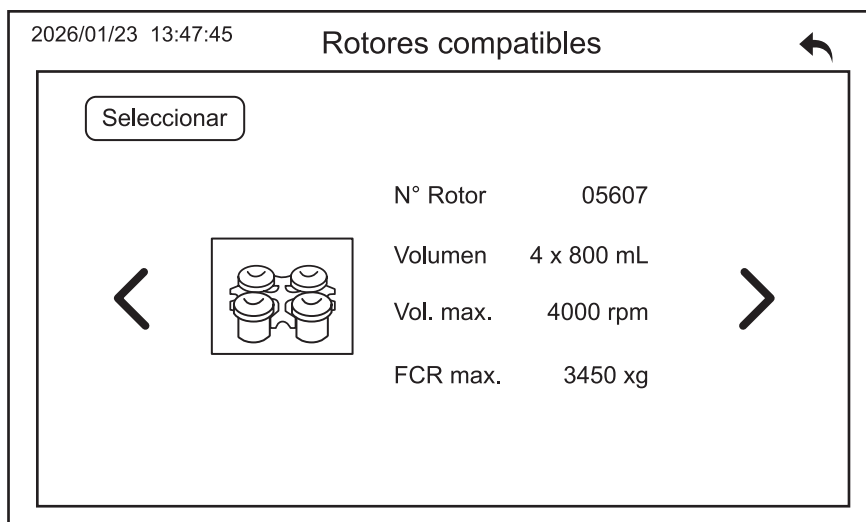

Figura 25
b) Pulse los botones < > en la pantalla (Figura 25) para seleccionar el número de rotor deseado y, a continuación: